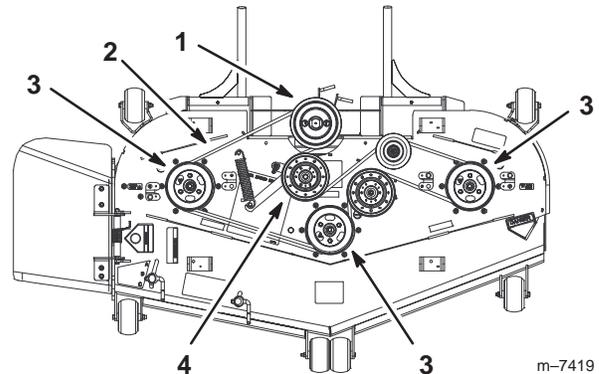

Figure 71
5. Retirez la courroie des poulies du plateau de coupe et de la poulie supérieure de la poulie triple (Fig. 71 et 74).
6. Placez la courroie neuve sur les poulies du plateau de coupe et sur la poulie supérieure de la poulie triple (Fig. 71 et 74).
7. Tirez sur le bras pour détendre la courroie et alignez la courroie du plateau de coupe sur la poulie de tension (Fig. 71).
5. Retirez la courroie de la poulie supérieure de la poulie triple (Fig. 71 et 74).
9. Placez la courroie autour des poulies du plateau de coupe et de la poulie supérieure de la poulie triple (Fig. 71 et 74).